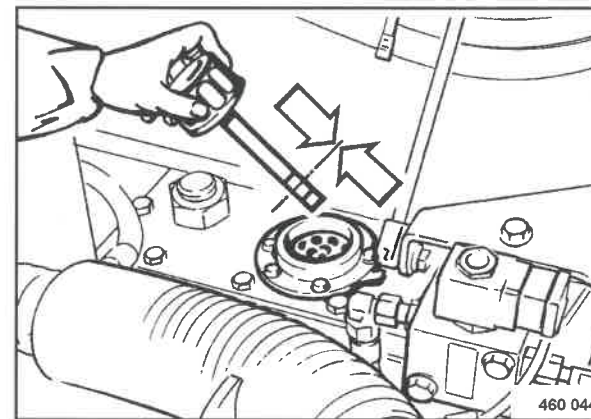

Fig. 89
- Controllare il livello dell'olio idraulico con l'astina livello dell'olio. Il livello dell'olio deve arrivare tra i segni "MIN" e "MAX" (Fig. 89).